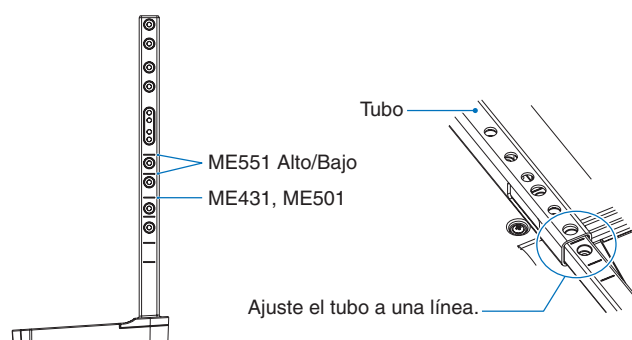

Figura 1
1. Las líneas de la barra de soporte indican las alturas de ajuste (**Figura 1**). Ajuste el tubo a las líneas.